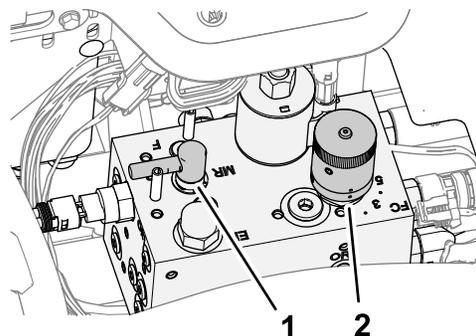

Рисунок 93
4. Установите рычаг заточки обратным вращением в положение R (заточка обратным вращением) (Рисунок 93).